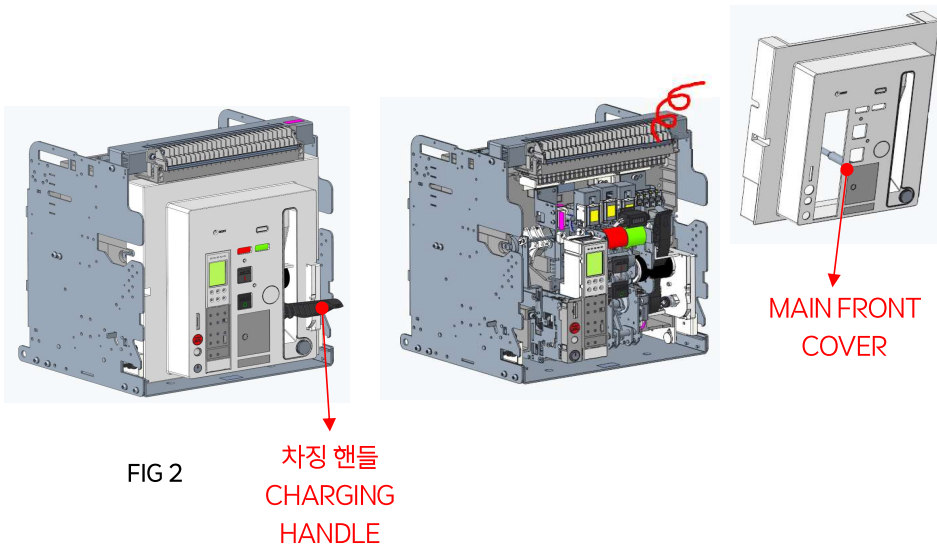

FIG 2
2. 차징 핸들을 내리고 MAIN FRONT COVER를 해체합니다. [FIG 2]
2. Let down the CHARGING HANDLE and disassemble MAIN FRONT COVER. [FIG 2]